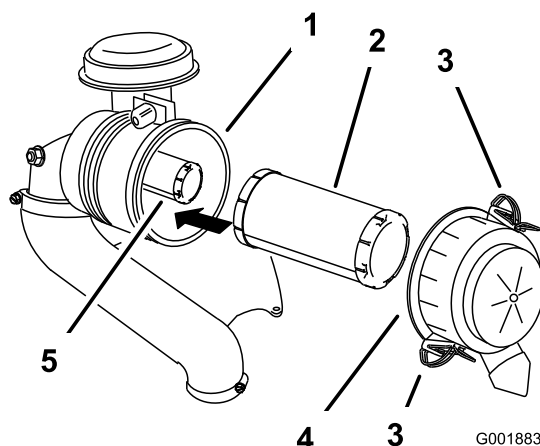

Figura 40
3. Rilasciate i dispositivi di fermo del filtro dell'aria e togliete il coperchio dal corpo del filtro (Figura 40).
5. Estraiete con cautela il filtro primario dal corpo del filtro dell'aria (Figura 40).
2. Se sostituite il filtro interno, inseritelo con cautela nel corpo del filtro (Figura 40).
3. Montate con cautela il filtro primario sul filtro di sicurezza (Figura 40).
4. Montate il coperchio del filtro dell'aria e chiudete i fermi (Figura 40).